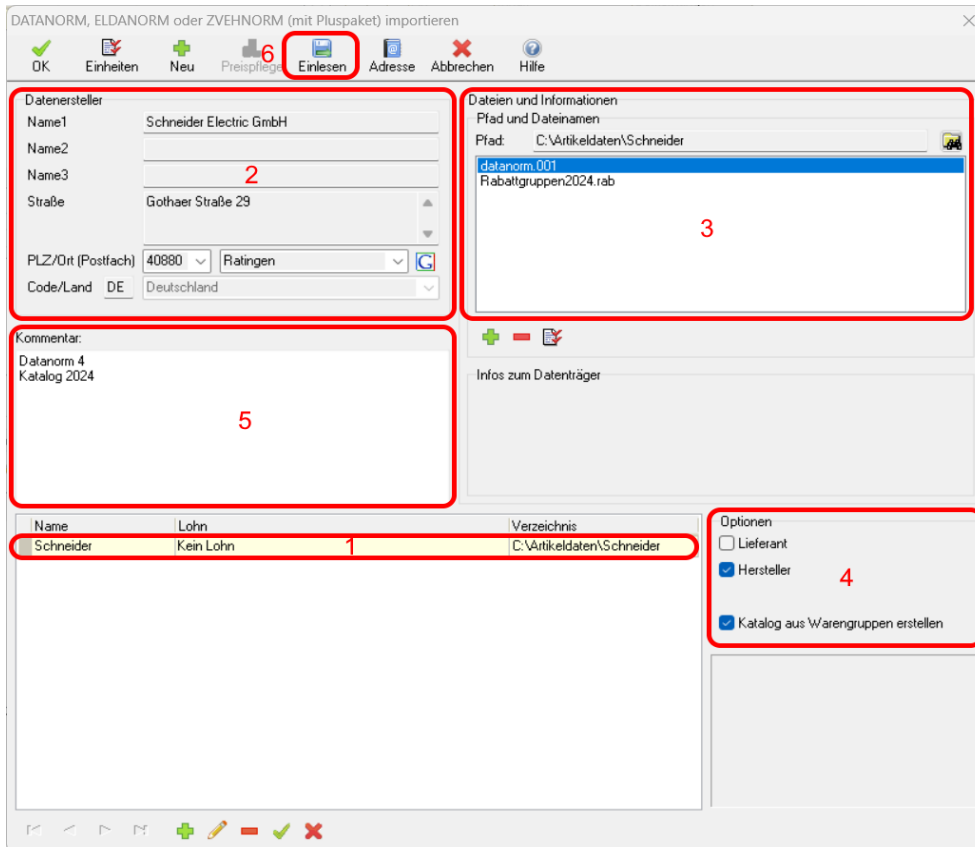

Abbildung 3.3.4: Einlesen von Artikeldaten in einen Katalog
1. Überprüfe, ob im Dialog der richtige Katalog ausgewählt ist (siehe Abbildung 3.3.4, Markierung 1).